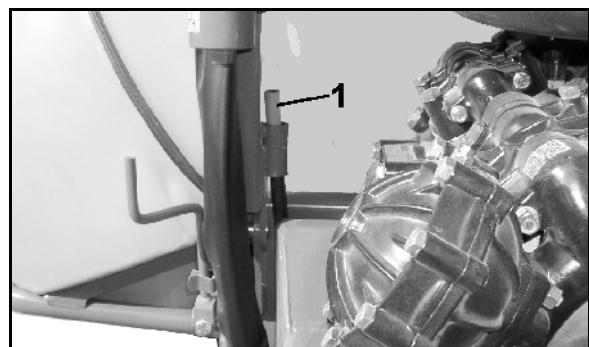

Fig. 40
- Den røde markeringen (Fig. 40/1) på støttefotkontrollvisningen er synlig når maskinen er satt ned på den hydrauliske støttefoten.